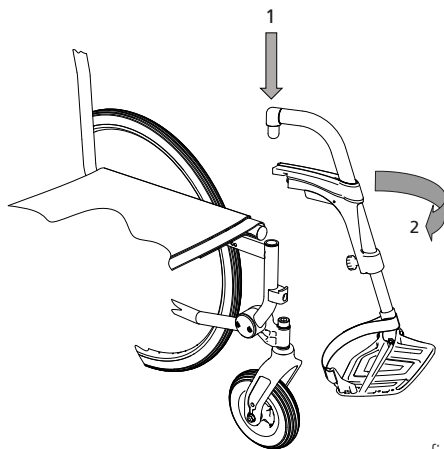

fig.9
1. Agganciare il sostegno per la gamba partendo dall'alto, infilandolo nell'apposita guida (1, fig. 9). Il sostegno per la gamba deve essere orientato lateralmente.
2. Ruotare ora il sostegno in avanti (2, fig. 9). Il sostegno per la gamba è posizionato correttamente se si avverte nettamente lo scatto.